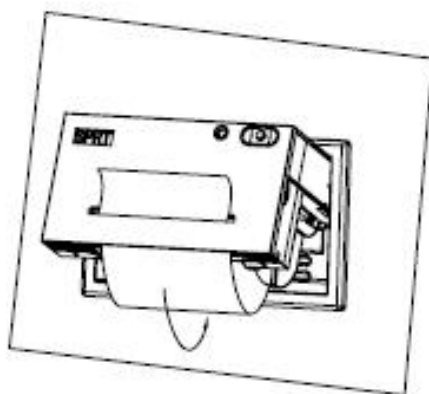

图 2-8
- 1、纸卷蓬松时会造成不好向里推或夹纸，此时按图 2-8 所示方向将纸卷卷紧并托着向里推，直至打印机内壳完全推入。